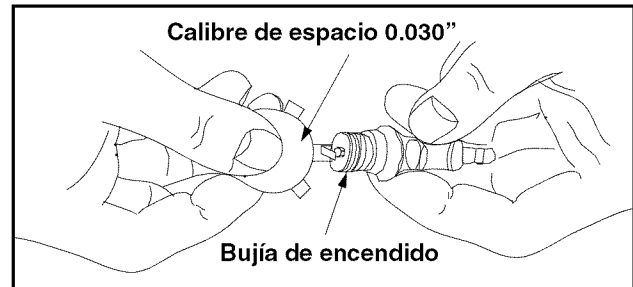

Figura 16
- Limpie las bujías y ajuste el espacio a 0.030" al menos una vez cada estación, o cada 50 horas de operación. Vea la Figura 16. Se recomienda reemplazar la bujía al inicio de cada temporada. Consulte el listado de piezas del motor para conocer el tipo correcto de bujía.